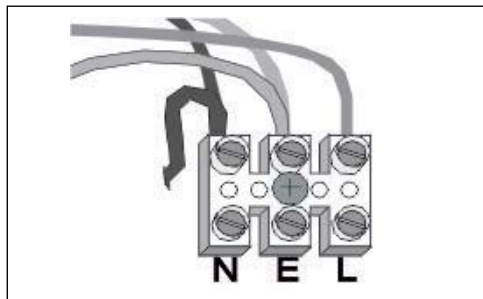

Fig. 11 Cable de terminación
- ▶ Conecte los cables al bloque terminal y a la clavija de tierra (Fig. 11):